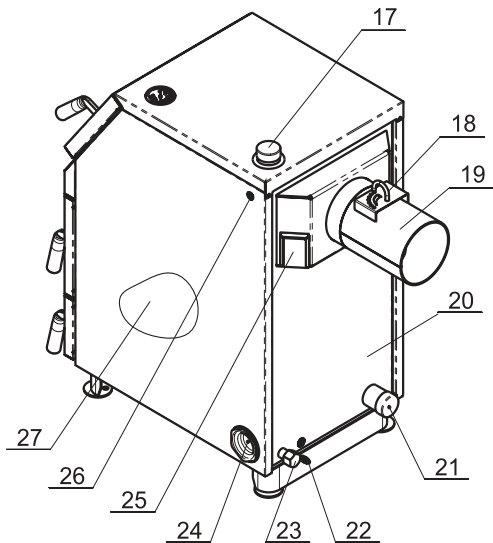

Рис. 1 Конструкция отопительного котла
4.6.4. Эксплуатировать котел при неполном заполнении системы отопления водой и с открытыми дверцами (поз.12,13,16) (см. рис.1).
5.1. Котел (рис.1) состоит из корпуса (поз. 20), топки (поз.3), теплообменника (поз. 1), дымохода (поз. 19).